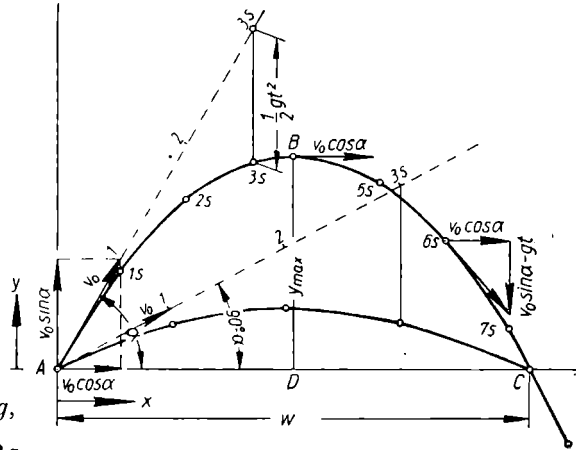

Bild 34
45. Für die Wurfbewegung mit schrägergerichteter Anfangsgeschwindigkeit v_0 (Bild 34) werden gesucht a) die Geschwindigkeitsgleichungen; b) die Weggleichungen; c) die Steighöhe; d) die Wurfzeit; e) die Wurfweite.
Lösung: a) Geschwindigkeitsgleichungen. v_0 sei in die waagerechte und senkrechte Geschwindigkeit zerlegt (Bild 34). Die waagerechte Geschwindigkeit behält, weil bei Vernachlässigung des Luftwiderstandes keine Kräfte entgegenwirken, unverändert denselben Wert.
d) Bei der weiteren Bewegung über B hinaus nimmt die Geschwindigkeit v wieder nach den Fallgesetzen zu, wie sie vorher abnahm. In Punkten gleicher Höhe ist die Geschwindigkeit dieselbe; deshalb auch die Geschwindigkeit beim Auftreffen in C gleich der Anfangsgeschwindigkeit v_0 . Die Wurflinie ist demnach symmetrisch zu BD . Sie wird, punktweise konstruiert wie in Bild 34, eine Parabel mit dem Scheitel in B . Die gesamte **Wurfzeit** bis zum Auftreffen in C ist